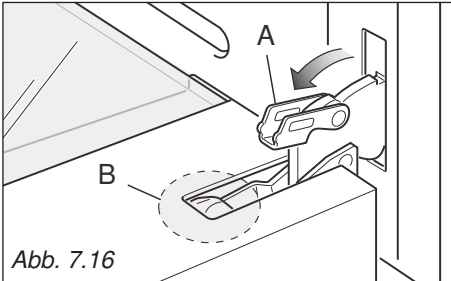
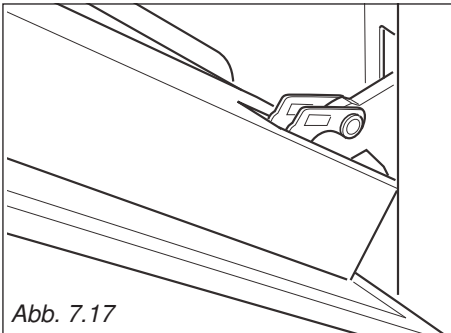

Abb. 7.16
Abb. 7.17
- Den Hebel "A" des rechten und linken Scharniers ganz öffnen (Abb. 7.16).
- Die Tür vorsichtig kippen (Abb. 7.16) bis die Hebel "A" des rechten und linken Scharniers im Teil "B" der Tür einrasten (Abb. 7.17).
1. Gewährleisten Sie, dass die Tür offen ist (siehe Abb. 7.17).